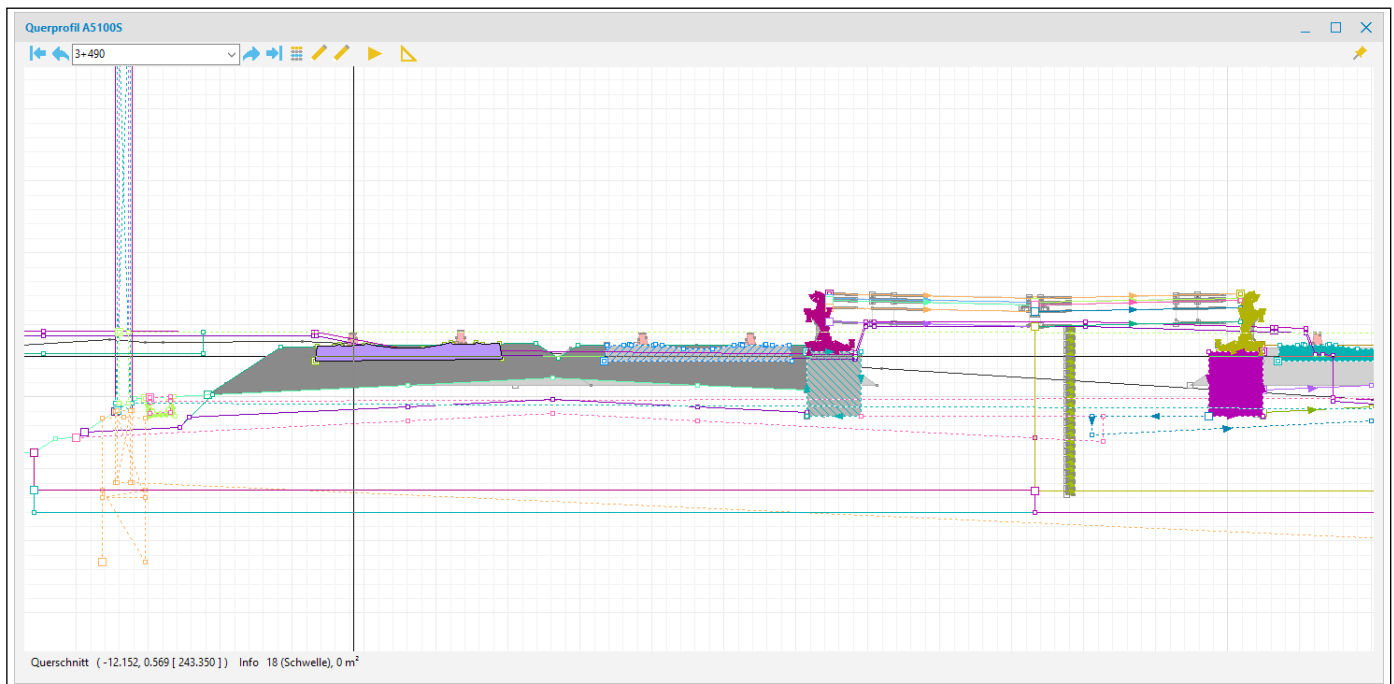

Abb. 2: Beispielhafte Profillinien mit automatisierter Ableitung von Profilflächen (und daraus Volumina)
- Aus den Profilen werden Volumina vollständig automatisiert erstellt. Dazu muss der Planer die klassischen Profile (Abb. 2) als Flächen erstellen. Im Projekt wurde diese Anforderung noch nicht umgesetzt. Daher muss das Gesamtmodell die Flächen aus einzelnen Profilen funktional ableiten und bilden.